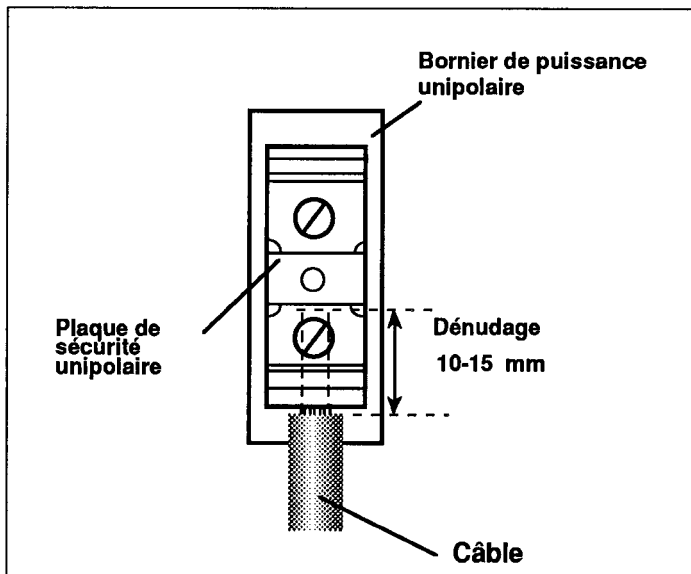

Figure 2-7 Câblage de puissance du TU2270
- Enlever les plaques de sécurité unipolaires sur le bornier de puissance (voir figure 2-7)